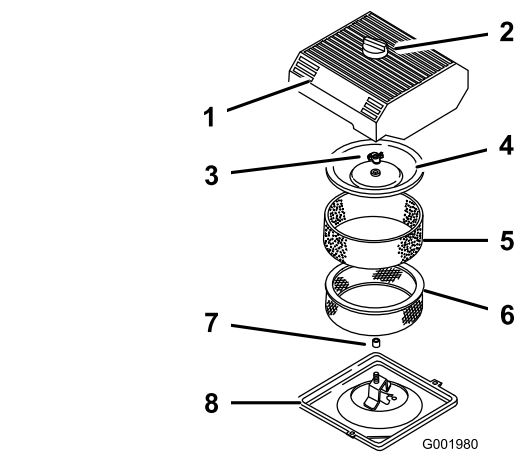

Bild 45
3. Reinigen Sie den Bereich um den Luftfilter herum, um zu verhindern, dass Schmutz in den Motor fällt und Schäden verursacht (Bild 45).
4. Lösen Sie das Handrad an der Luftfilterabdeckung und nehmen Sie die Abdeckung ab (Bild 45).
5. Schieben Sie das Schaumelement vorsichtig vom Papierelement (Bild 45).
6. Schrauben Sie die Abdeckungsmutter ab und nehmen Sie die Abdeckung und das Papierelement ab (Bild 45).
1. Schieben Sie den Schaumeinsatz vorsichtig auf den Papierluftfiltereinsatz (Bild 45).
3. Schrauben Sie die Abdeckungsmutter mit der Hand auf der Abdeckung fest (Bild 45).
4. Montieren Sie die Luftfilterabdeckung und das Handrad (Bild 45).